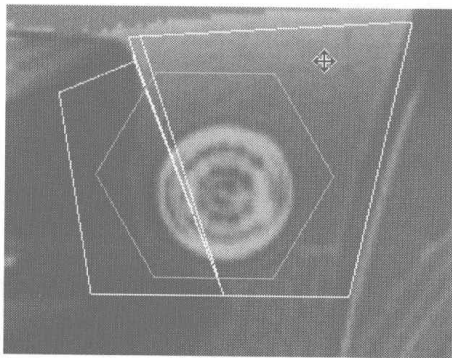
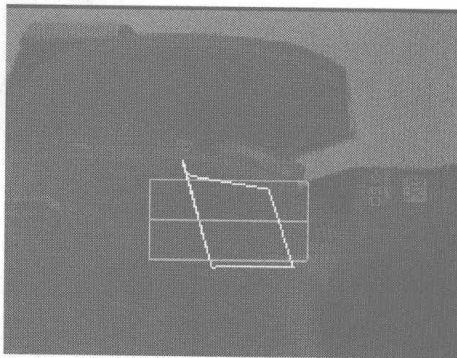

图 6.60
图 6.61
- 02** 将分离出面后的模型物体隐藏，在 Create 控制面板中单击 **Cylinder** 按钮，在 Front 视图中建立一个多边形柱体，如图 6.60 所示，并在 Left 视图中将其移动到如图 6.61 所示的位置。